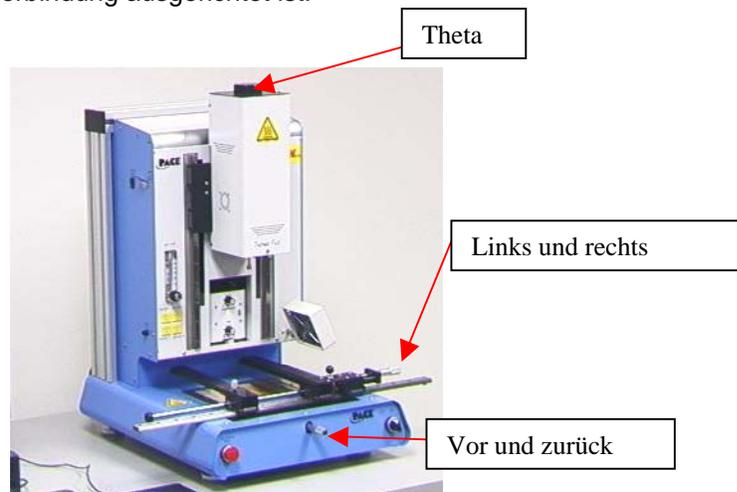

Abbildung 19
- xi. Falls die Flussmitteloption gewählt wurde, platzieren Sie nun die Flussmitteleinheit oben am Kameragehäuse. (Abbildung 19) Klicken Sie für den Flussmittelvorgang und entfernen Sie die Flussmitteleinheit anschließend.